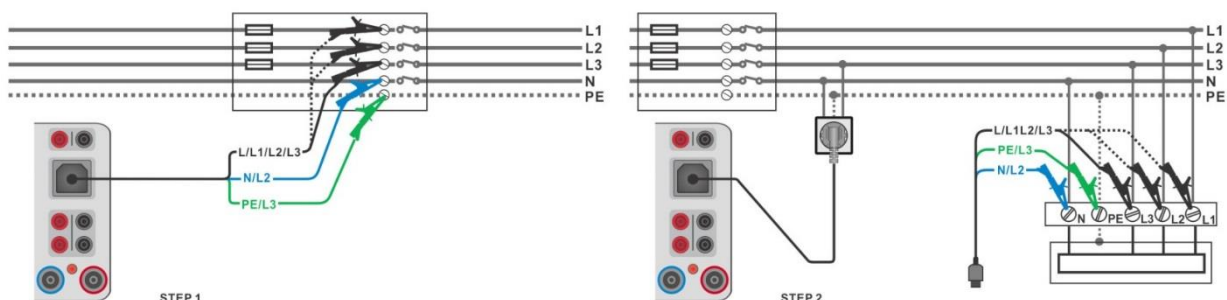

Abbildung 6.87: Z_{ref} (STEP1) und Spannungsfall (STEP2) Messung - Anschluss Commander-Prüfsteckers oder 3-Leiter Prüfadapter
- › Verbinden Sie das 3-drahtige Prüfkabel mit dem Ursprung der elektrischen Installation, siehe **Abbildung 6.87**.
- › Verbinden Sie das 3-drahtige Prüfkabel oder das Steckerprüfkabel mit den getesteten Punkten, siehe **Abbildung 6.87**.